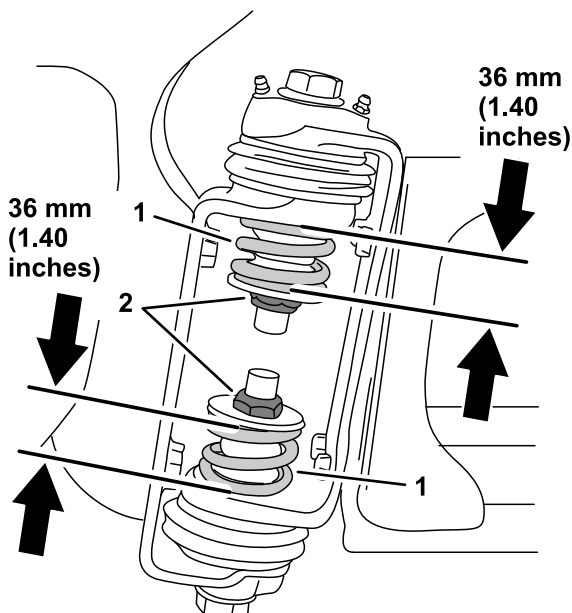

Bild 6
6. Messen Sie am Auslegerscharnier die Komprimierung der oberen und unteren Federn, wenn die Ausleger in der ausgefahrenen Stellung sind (Bild 6).